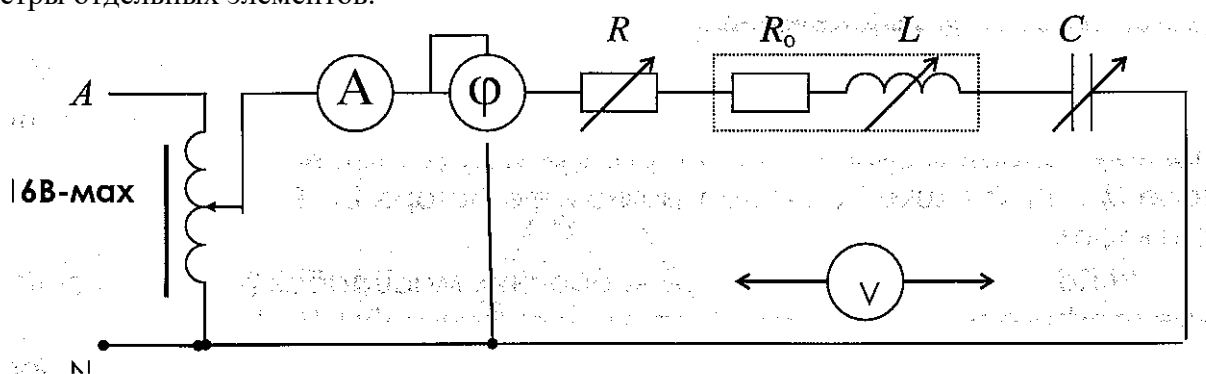

Рис. 7.4
• Собрать электрическую цепь по рабочей схеме рис. 7.4. Установить заданные параметры отдельных элементов.